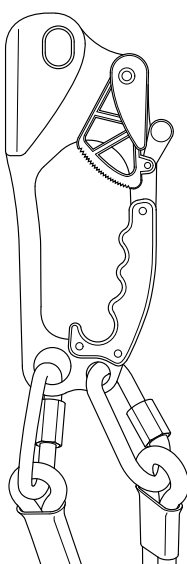

FIG. 2
2. Bloquee o braço de mola no corpo de elevação (Fig. 2)